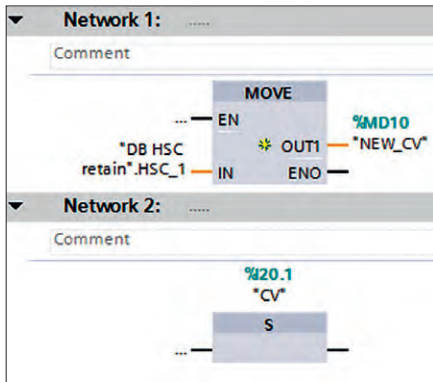

Рис. 14. Подпрограмма, запускаемая при старте ПЛК
4. Создадим программный (рис. 14) блок типа Startup (с именем *OB100* на языке FBD), который будет выполняться каждый раз при старте ПЛК. В данном блоке будем производить копирование последнего сохранённого (после отключения питания или сброса ПЛК) в энергонезависимой памяти значения счётчика в специально созданную переменную *NEW_CV* (типа *DInt* в области свободно адресуемой памяти – *M*). В дальнейшем будем её использовать для конфигурирования высокоскоростного счётчика при помощи входа *NEW_CV* блока *CTRL_HSC*. При этом счётчик будет вести счёт уже не с нуля, а начиная с последнего сохранённого значения. Для того чтобы активировать новое значение счётчика, создадим дополнительно переменную *CV* типа *Bool* (рис. 13) и будем производить установку этой переменной при активации программного блока.